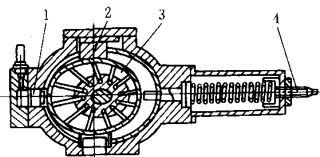

图1 变量泵
(1) 工进切削力大 这主要是刀具磨损,锋利度不够,或是零件材质不均匀,有硬点出现,特别是铸造毛坯夹杂硬点很多,因为很多组机为满足加工要求的“快进大流量,小压力;工进小流量,大压力”需要,基本都采用如图1所示的自反馈变量泵。